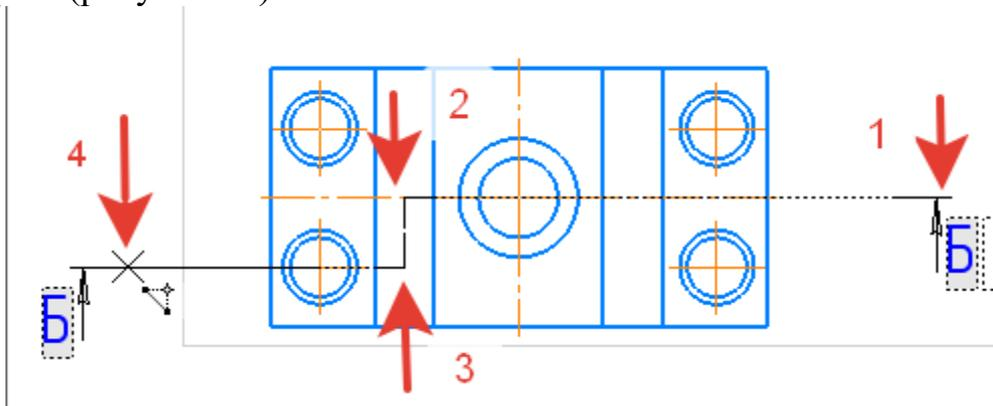

Рисунок 59.
22. **Разрез.** На инструментальной панели **Обозначения** -  **Линия разреза/сечения** –  **Линия сложного разреза.** По точкам 1-4 закрепить линию разреза (рисунок 59).